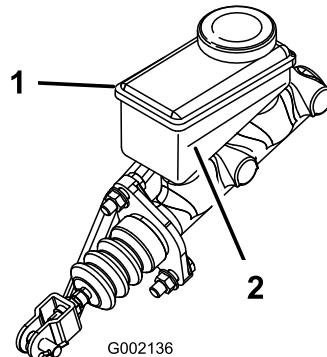

Figura 35
3. Guardate il fianco del serbatoio. L'olio deve superare la linea del minimo (Figura 35). Se il livello è basso, pulite attorno al tappo, rimuovete il tappo e rabboccate fino a superare la linea del minimo. Non riempite troppo.